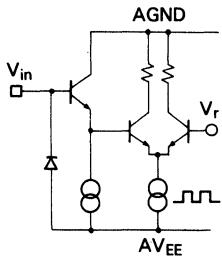

Fig. 1 Analog input
3. Analog Input (Vin) (See Fig. 1.)